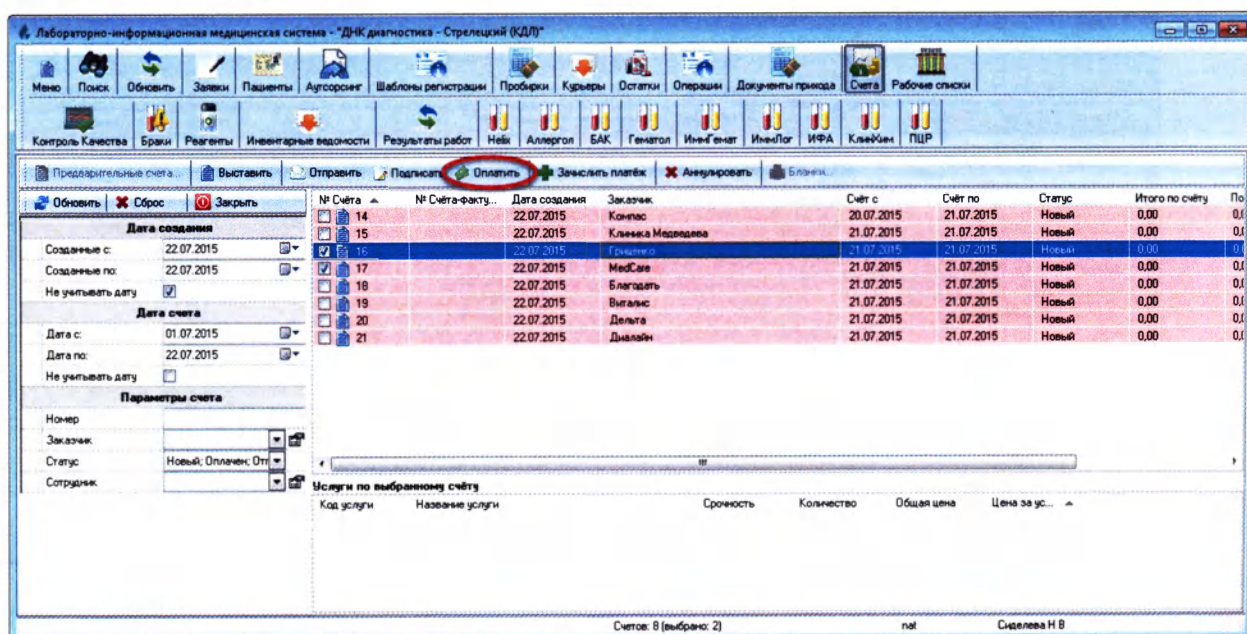

Рисунок 10.11
4. Чтобы перевести выбранные счета в статус «Оплачен», нажмите кнопку «Оплатить» (Рисунок 10.11):